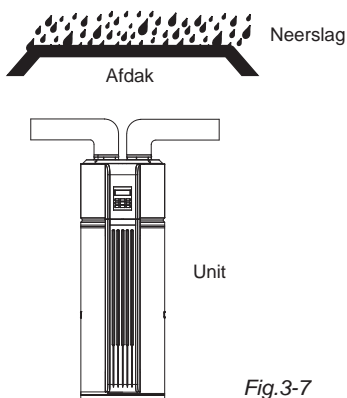

Fig.3-7
- Zorg ervoor dat er langs de aanzuig of de uitblaas van de unit geen water naar binnen kan lopen als deze kanalen naar buiten gaan (Fig. 3-7).